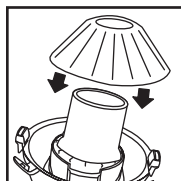

FIGURE 17
29. Centrer le filtre sec réutilisable sur la cage du couvercle. **FIGURE 17.**